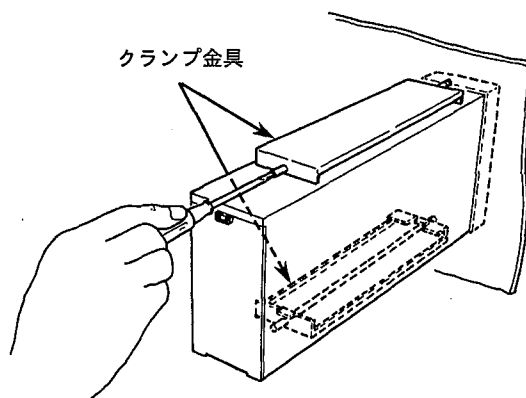

図3.2 クランプ金具の取り付け
- ③クランプ金具を本体に取り付け、ネジをパネル背面に締め付けます(図3.2参照)。下側も同様に行います。